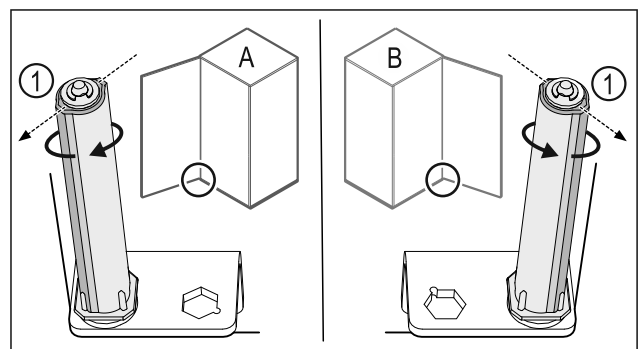

Fig. 35 Ľavý doraz (A)/pravý doraz (B)
- ▶ Otáčajte systém zatvárania proti odporu, kým nebude mostík systému zatvárania Fig. 35 (1) ukazovať von.